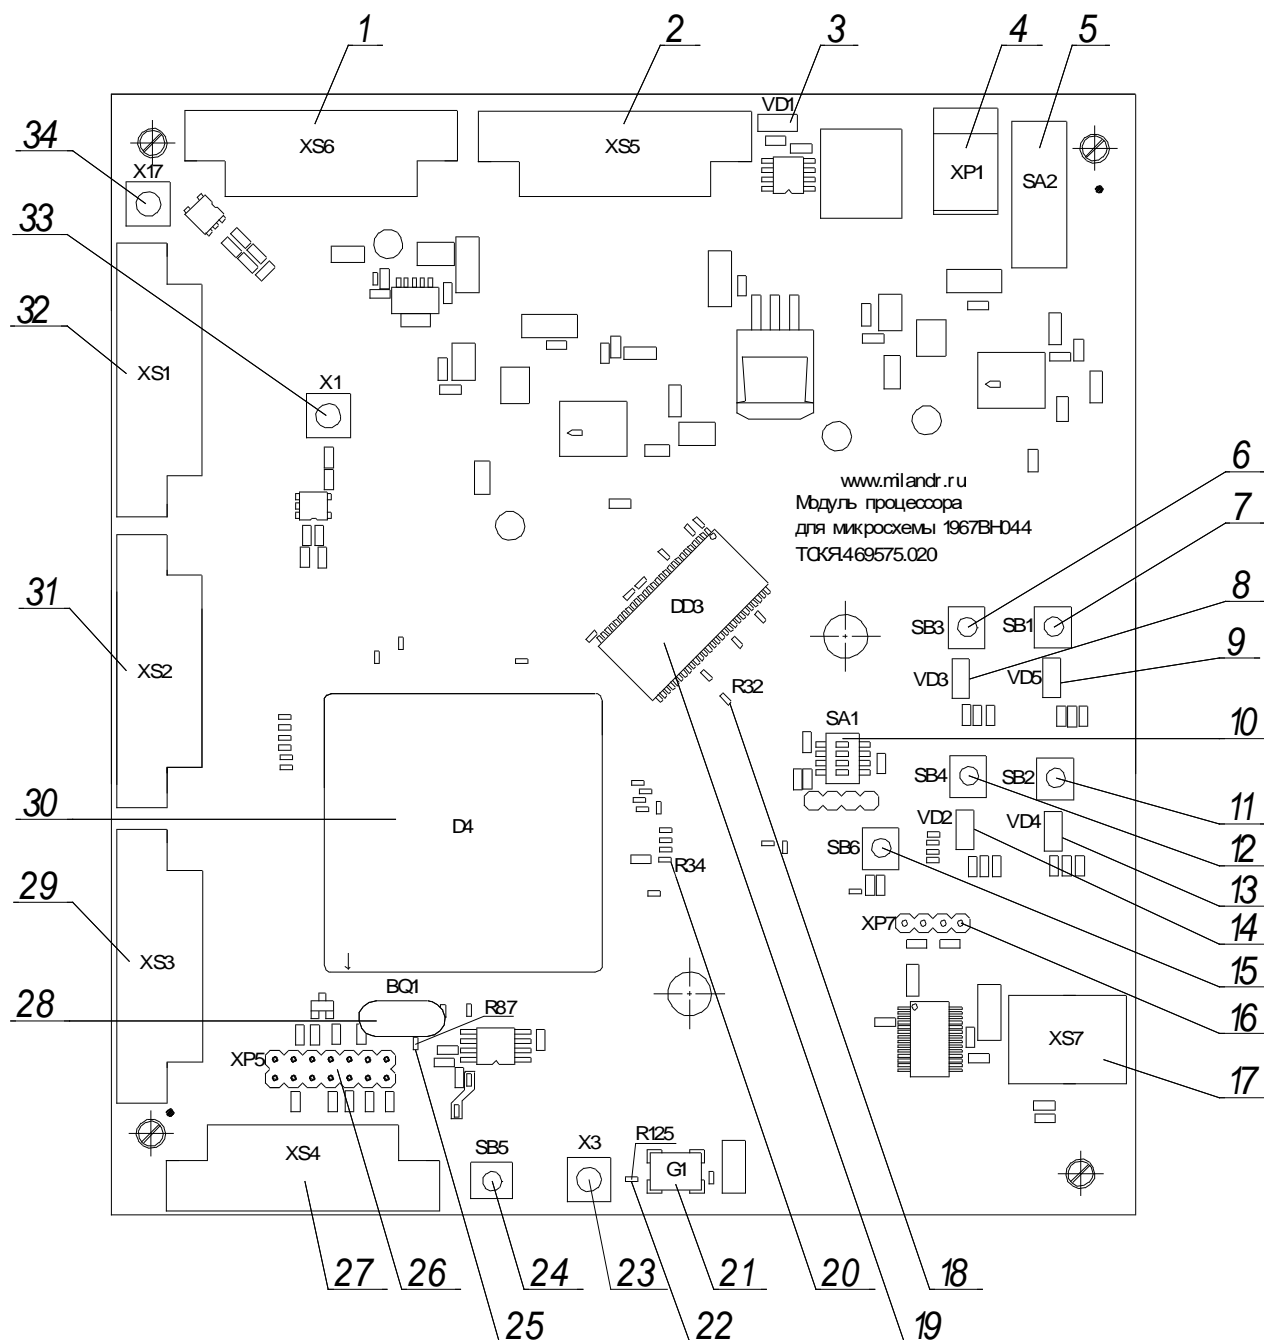
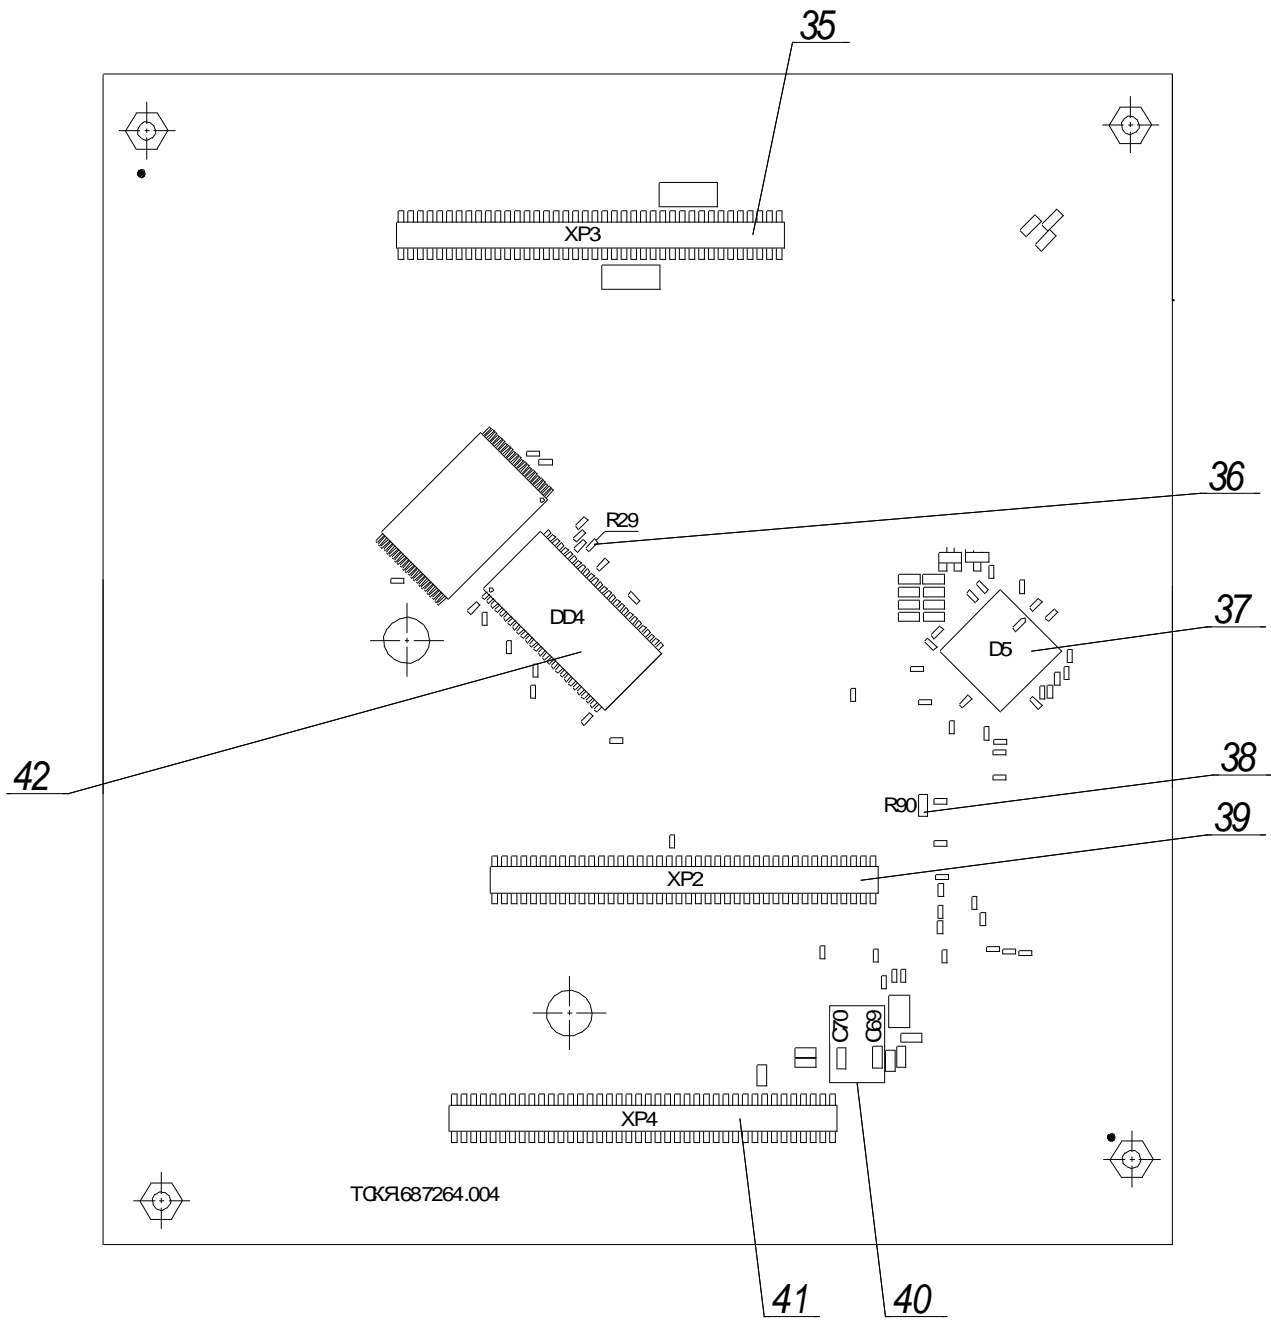

Рисунок 6 - Расположение элементов управления и коммутации на модуле процессора (вид сверху)
Рисунок 7 - Расположение элементов управления и коммутации на модуле процессора (вид снизу)
7.3.2.1 Тактирование микросхемы D4 от внутреннего кварцевого резонатора BQ1 модуля процессора возможно при наличии резистора R90 (см. рисунок 7) и отсутствии генератора G1, резистора R87 (см. рисунок 6).
7.3.2.2 Тактирование микросхемы D4 от внутреннего кварцевого генератора G1 модуля процессора возможно при наличии резисторов R125, R87 (см. рисунок 6) и отсутствии резистора R90 (см. рисунок 7), резонатора BQ1 (см. рисунок 6) и нагрузочных конденсаторов C69, C70 (см. рисунок 7).
7.3.2.3 Тактирование микросхемы D4 от внешнего генератора, подключенного к разъему X3 модуля процессора, возможно при наличии резистора R87 (см. рисунок 6) и отсутствии резистора R125 (см. рисунок 6), резонатора BQ1 (см. рисунок 6) и нагрузочных конденсаторов C69, C70 (см. рисунок 7).
7.3.4.1 На модуле процессора установлена SDRAM память, которая для модуля EBIU (External Bus Interface Unit) микросхемы в режиме 16 бит видна объемом в 32 Мбайта (работает микросхема DD3, микросхема DD4 отключена от EBIU) по $adr = 0x40000000$, в области $data[31:16]$ подключена NAND FLASH-память объемом 1 Гбайт. Для данного режима работы необходимо наличие резисторов R34 (см. рисунок 6), R29 (см. рисунок 7) и отсутствие резистора R32 (см. рисунок 6).
7.3.4.2 На модуле процессора установлена SDRAM память, которая для модуля EBIU микросхемы в режиме 32 бита видна объемом в 64 Мбайта (работают микросхемы DD3, DD4) по $adr = 0x40000000$, NAND FLASH-память отключена. Для данного режима работы необходимо наличие резисторов R34 и R32 (см. рисунок 6) и отсутствие резистора R29 (см. рисунок 7).